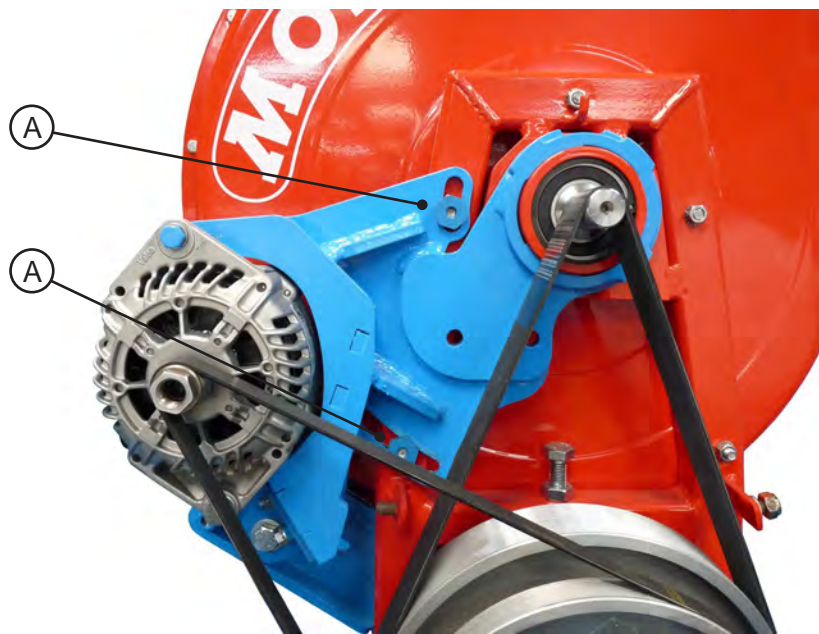

Fig.2
Avant chaque campagne, vérifier le serrage des vis (A , B & C - fig. 2 et 3).
- Desserrer les deux écrous arrière (A - fig. 2)
Before each season, check that the screws are tight (A, B & C fig 2 and 3).
- Unscrew the two rear nuts (A - fig. 2)
Vor jeder Kampagne, den festen Sitz der Schrauben (A, B und C - Abb. 2 und 3) prüfen.
- Die beiden hinteren Muttern lösen (A - Abb. 2)